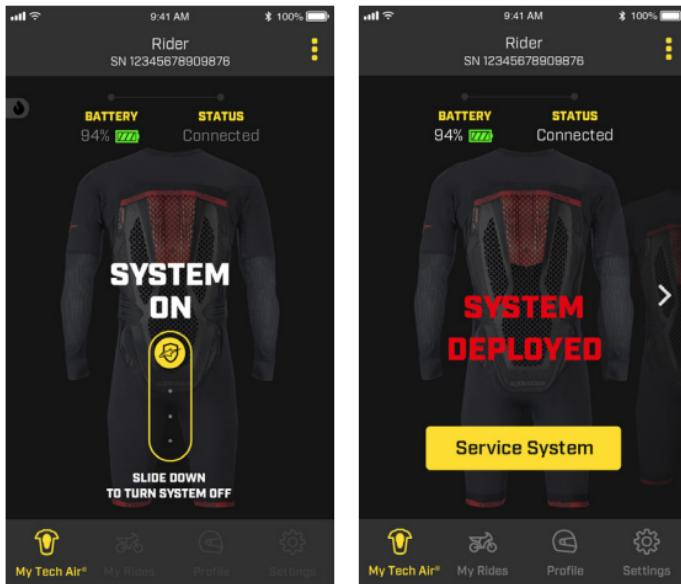

Imagen 16
La Aplicación proporciona información sobre el modo operativo actual del Sistema y comprueba si está funcionando correctamente o no. La señal «Sistema encendido» que se exhibe en la pantalla sugiere que la Revisión del Sistema se ha realizado exitosamente y que el Sistema se encuentra activo. Durante la conducción, el modo «Sistema encendido» está activo y por consiguiente y por razones de seguridad, el usuario no podrá acceder a la mayoría de las funciones de la Aplicación. En caso de que el usuario necesite desactivar el Sistema, por ejemplo durante un paseo fuera de la carretera sobre un camino escabroso, el Sistema puede apagarse si se desliza el ícono de la Aplicación (como se muestra en la Imagen 16). Para reactivarlo, abra y cierre la correa de activación (4). En caso de despliegue, la App mostrará el estado correspondiente con la mención "SISTEMA DESPLEGADO", como se muestra en la Imagen 16.